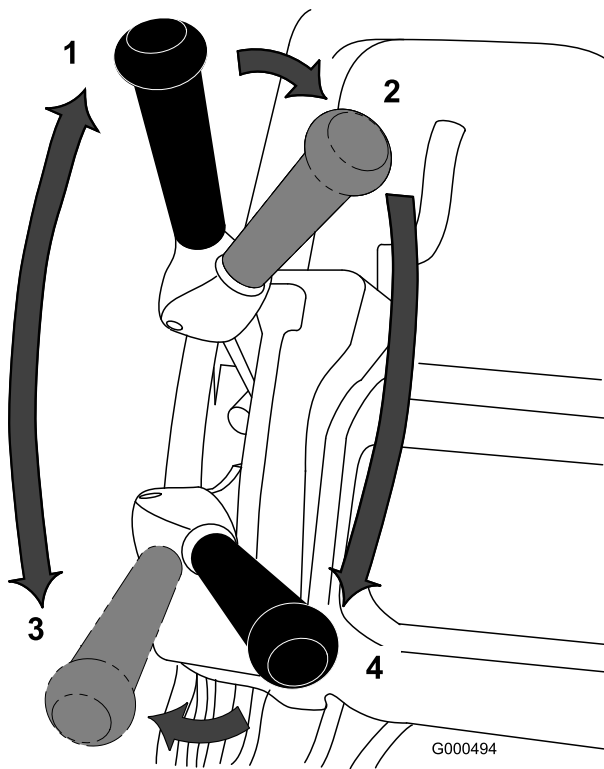

图26
1. 启动发动机，将油门设置为低速，向下推动手柄以提起滚刀组，压低操作员到位控制装置，将牵引杠移至“接合”位置，使剪草机行驶到果岭的环圈上（图26）。
2. 将牵引杆移至“分离”位置，然后接合滚刀驱动杆（图26）。
- 将牵引杆移至“接合”位置，增加油门速度直至剪草机按照所需的地面行驶速度移动，将剪草机推到果岭区，放下剪草机的前端，然后开始剪草（图26）。